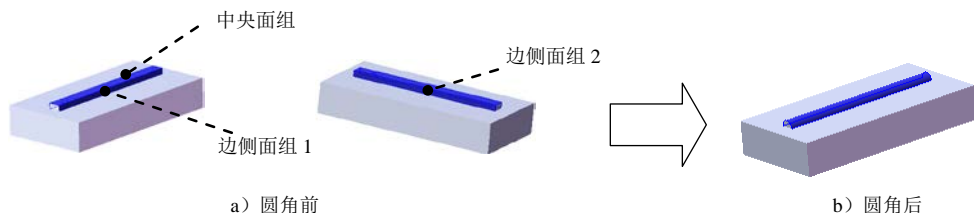

图 14.3.6 圆角 1
Step4. 创建图 14.3.6 所示的圆角 1。
(1) 选择命令。选择下拉菜单 **插入(I)** → **特征(F)** → **圆角(U)...** 命令（或单击 **圆角(U)** 按钮），系统弹出“圆角”对话框。
(2) 定义圆角类型。在 **圆角类型(Y)** 区域选中 **完整圆角(F)** 复选框。
(3) 定义圆角对象。